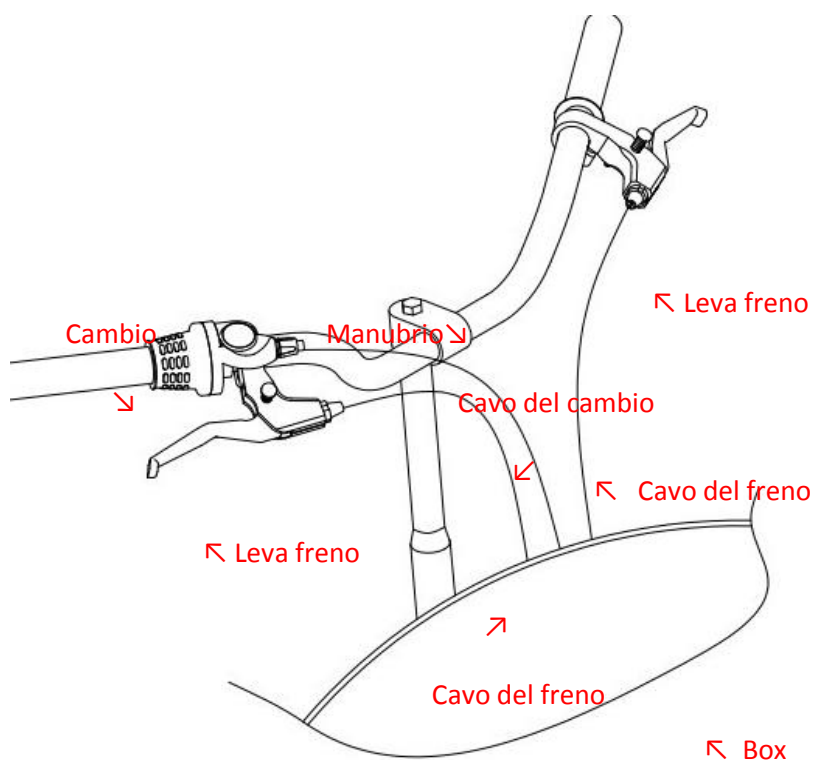

Figura 3
- a. Inserire il gambo del manubrio all'interno del tubo sterzo del telaio come indicato in figura 3.